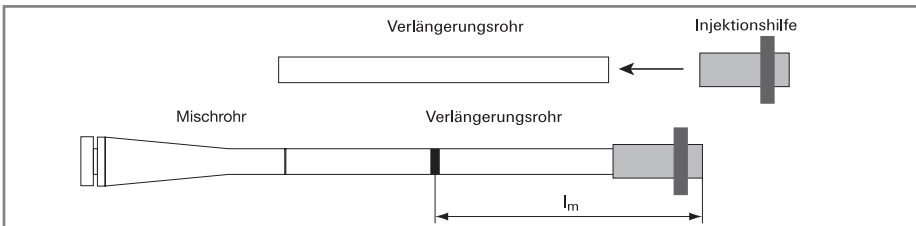

Abb. 8: Aufbau der Injektionsverlängerung
- Schließlich ist auf dem Verlängerungsrohr mit Klebeband die Markierung der Injektionslänge l_m gemäß Abbildung 8 anzubringen.